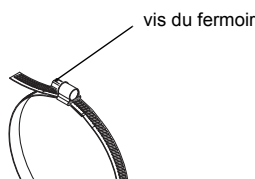

Fig. 9.21: Sangle de fixation avec fermeur de collier de serrage
- Faites passer la sangle de fixation autour de la conduite et à travers le fermoir (voir Fig. 9.21).